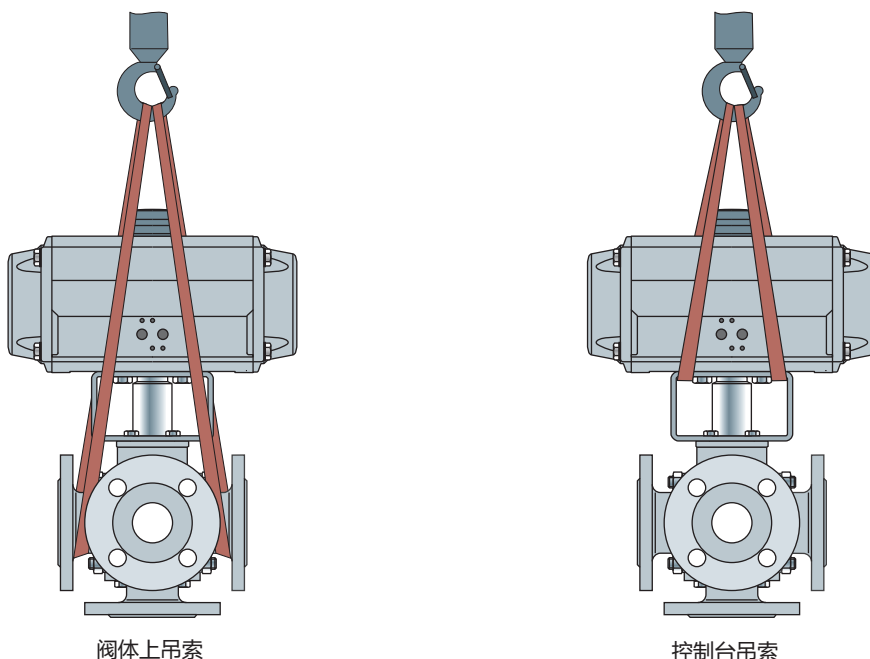

图 4-1: 球阀上提升点
- ⇒ 使用带有安全夹的挂钩作为悬吊元件，以防吊索在提升和运输期间滑离挂钩，请参见图 4-1。
- ⇒ 将吊索扣紧到每个外壳法兰以及起重机或叉车的悬吊元件（例如，挂钩），请参见图 4-1。在执行此操作时，请检查承载量和吊索长度，以确保安全。
- ⇒ 将吊索扣紧到起重机或叉车的托架和悬吊元件（例如，挂钩），请参见图 4-1。在执行此操作时，请检查承载量和吊索长度，以确保安全。